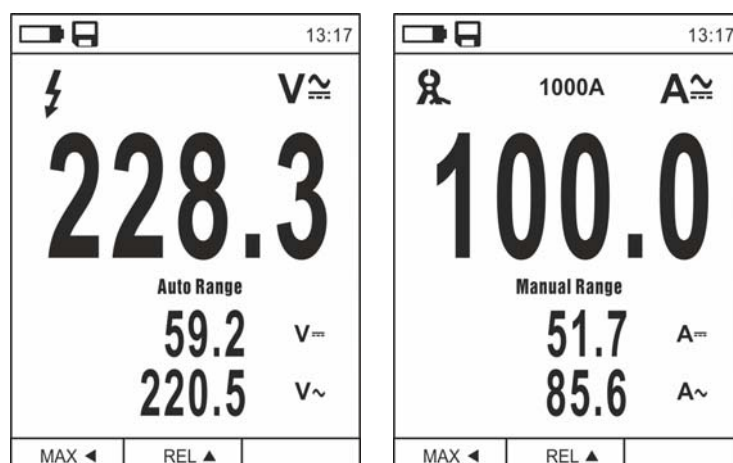

Fig. 6: Description mesure tension et courant AC+DC
2. Appuyer sur la touche **MODE** et sélectionner les modes « **V_~** », « **A_~** », « **mA_~** » ou « **μA_~** » (voir Fig. 6)